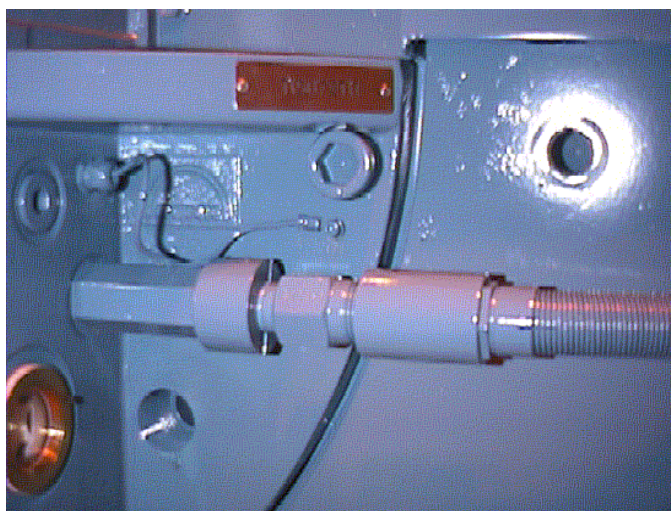

Рисунок 7-2 Кабель заземления подшипника приводного конца (D)
Оба конца вала не должны быть изолированы от корпуса, поскольку "плавающий" вал будет иметь неопределенный электрический потенциал относительно окружающих элементов оборудования и, поэтому, может оказаться причиной повреждений. Однако, для того, чтобы облегчить тестирование изоляции подшипника не приводного конца, подшипник приводного конца, как правило, также изолируется. Эта изоляция короткозамкнута кабелем заземления во время обычного рабочего режима; см. *Рисунок 7-2 Кабель заземления подшипника приводного конца (D).*